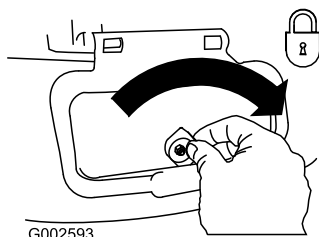

Рисунок 35
**Внимание:** Заблокируйте боковую выпускную дверцу после ее закрытия (Рисунок 35).